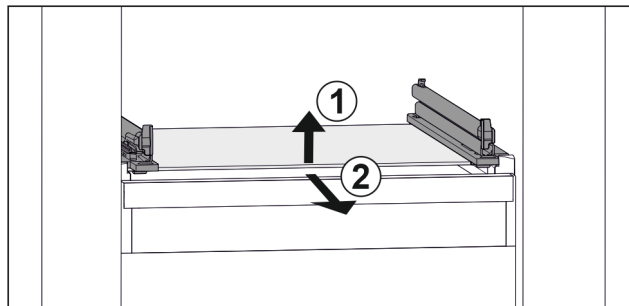

Fig. 39 Simbolična slika steklene plošče
- ▶ Stekleno ploščo dvignite v smeri naprej. Fig. 39 (1)
- ▶ Stekleno ploščo odstranite v smeri naprej. Fig. 39 (2)